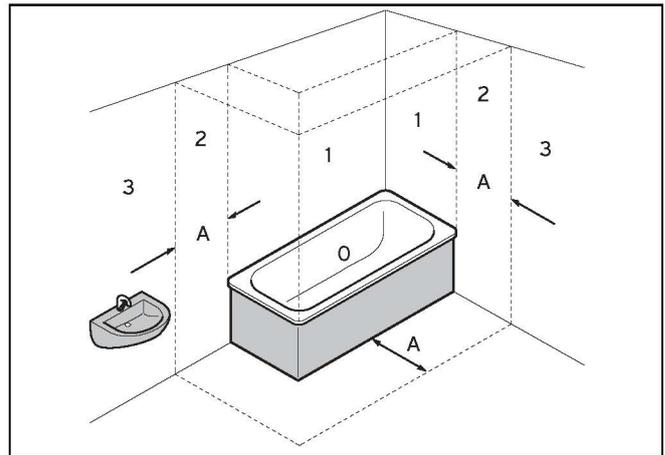

Рис. 4.2 Ограничения для влажных помещений
- Монтируйте настенный электрический котел eIoBLOCK в ваннах, прачечных и душевых комнатах **вне** зон 0, 1 и 2 (→ Рис. 4.2).